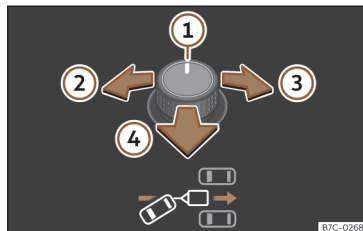
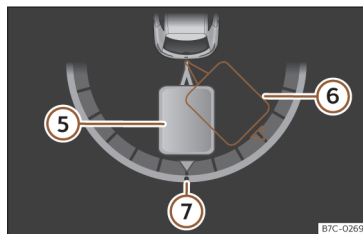

Fig. 165 Comando giratório dos retrovisores exteriores: ajustar o ângulo do reboque.
Fig. 166 Ecrã do painel de instrumentos: na marcha-atrás.
Legenda da >>> **Fig. 165**, >>> **Fig. 166**:
- Rode o comando giratório até atingir a direção desejada >>> **Fig. 165**. No ecrã do painel de instrumentos aparece, a modo de orientação, uma representação do conjunto veículo trator e reboque na posição atual >>> **Fig. 166**.